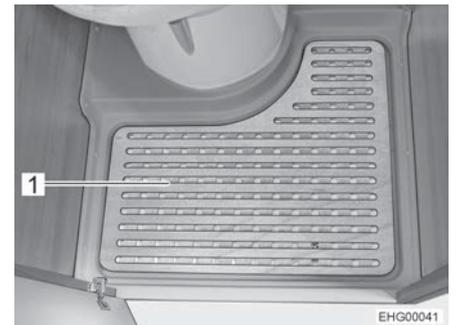

Fig. 79 Plancher amovible
- Retirer le plancher amovible (Fig. 79,1) pour se doucher.